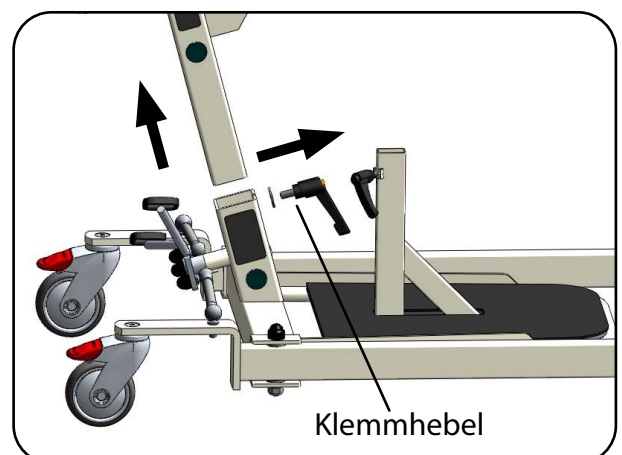

Abb.13.2.04 – Standmast aus Standmastaufnahme entfernen
6. Lösen Sie den Klemmhebel, der den Standmast in der Standmastaufnahme fixiert. Ziehen Sie den Standmast heraus (Abb. 13.2.04). Drehen Sie den Klemmhebel ca. zwei Umdrehungen im Uhrzeigersinn, sodass dieser im Standmast verbleiben kann und verstauen Sie den Standmast sicher in der Originalverpackung.